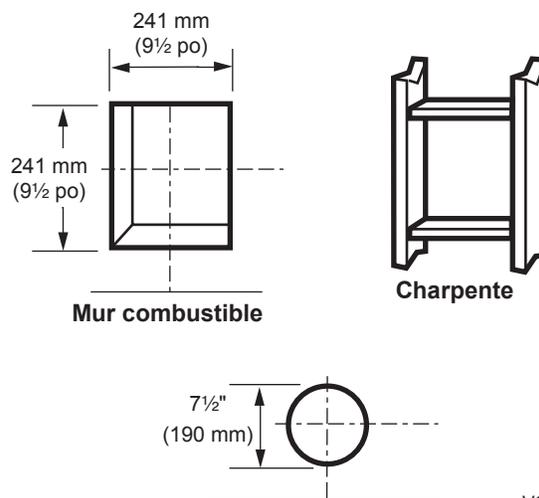

Figure 26 -
2. Le centre du trou doit être aligné avec l'axe central de l'embout du conduit horizontal rigide de ventilation. Allouez une montée minimale de 1/4 po par longueur de 12 po. Figure 26